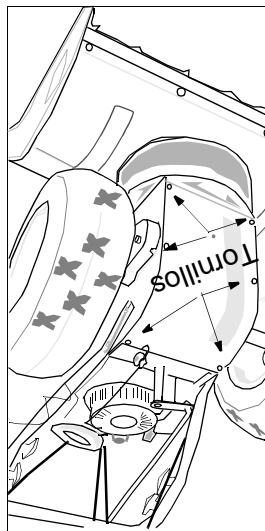

Figura 30
- Extraiga los seis tornillos de la cubierta del bastidor, debajo de la limpiadora de nieve. Vea la Figura 30.